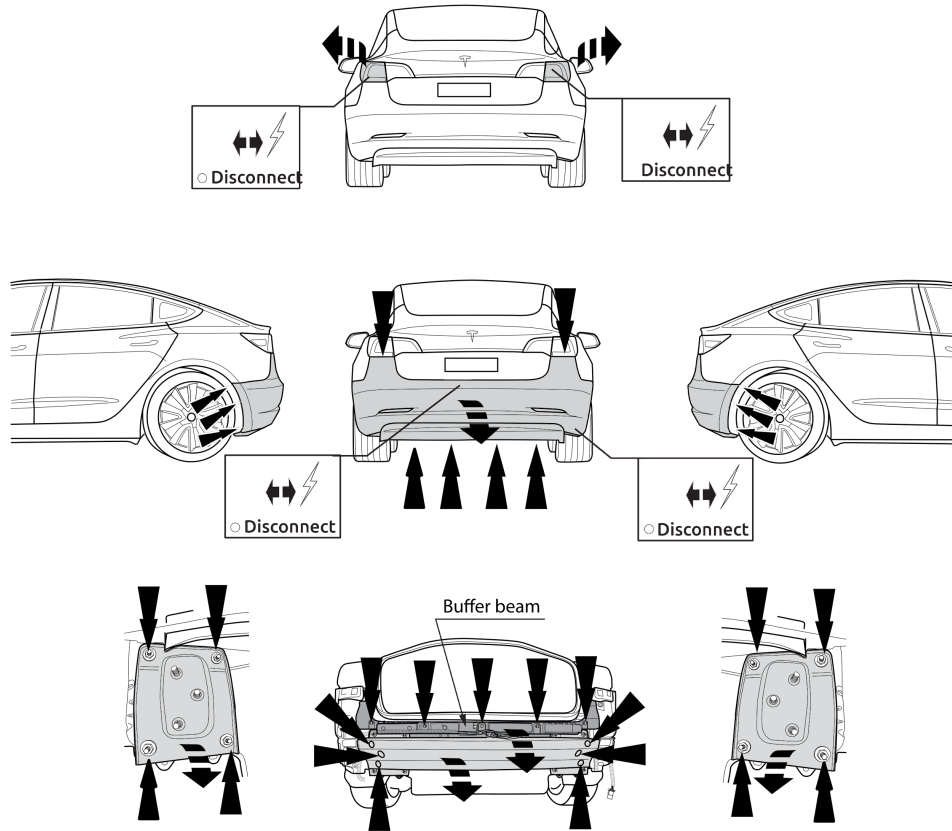

Fig. 1
2. Снять бампер вместе со буферным брусом автомобиля. Снять указанные детали. См. рисунок 1.